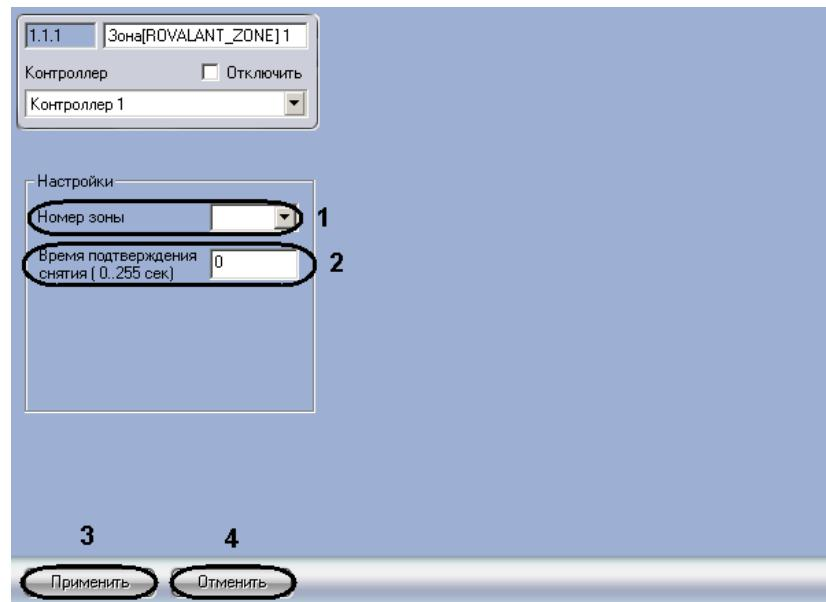

Рис. 3.5—2 Настройка охранных зон
- Из раскрывающегося списка **Номер зоны** выбрать порядковый номер зоны охраны (см. Рис. 3.5—2, 1).
- В поле **Время подтверждения снятии** ввести время в секундах, определяющее временной интервал, в течение которого необходимо подтвердить снятие зоны с охраны нажатием кнопки подтверждения, в противном случае поступит сигнал тревоги **Экстренный вызов. Снятие под принуждением** (см. Рис. 3.5—2, 2).